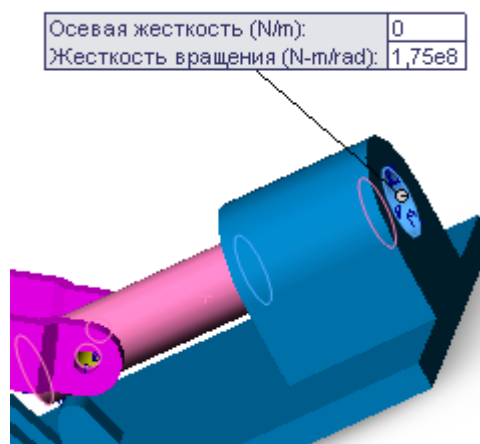

Рисунок 5.7 – Шарнир, который соединяет компоненты плунжер и монтажный кронштейн
8. **Определяем шарнир**, который соединяет компоненты плунжер и монтажный кронштейн (рис. 5.7).